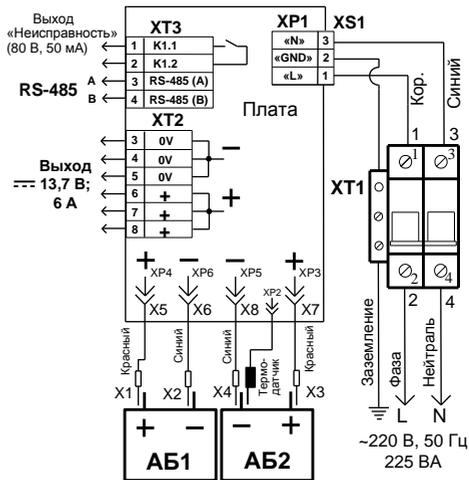

Рисунок 2
**При подключении внешнего питающего напряжения 220 В к автомату QF1 необходимо соблюдать правильность подключения проводов «фаза» и «нейтраль». Подключение производить в соответствии с рис. 2.**
**Внимание!** Перед включением проверить правильность произведённого монтажа в соответствии со схемой подключения рис. 2!